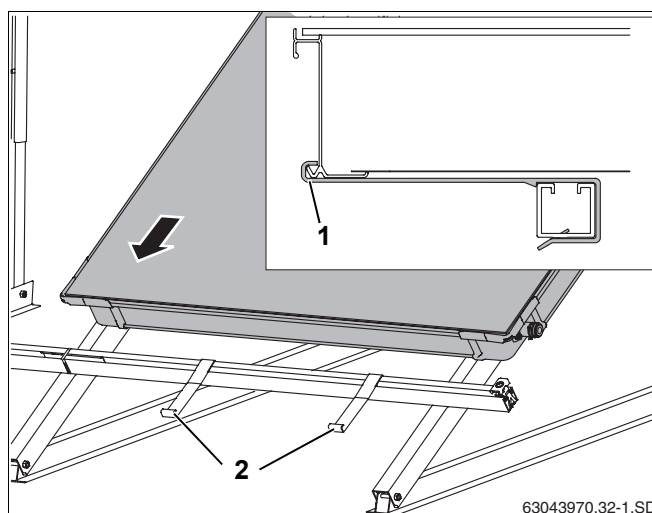

Рис. 45 Установка первого коллектора на профильные рейки
- Уложить первый коллектор на профильные рейки. Коллектор должен встать в крепления от сползания (рис. 45, поз. 2) (рис. 45).
Нижний край коллектора должен войти в крепление от сползания (рис. 45, поз. 1).